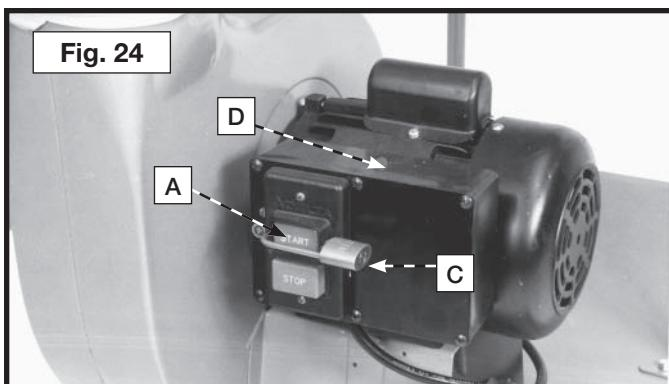

Fig. 24
IMPORTANTE: Para prevenir el uso no autorizado cuando la máquina no se utiliza, el interruptor debe bloquearse en la posición de APAGADO (OFF) con un candado (C), Fig. 24, con una argolla de 4,8 mm (3/16") de diámetro.